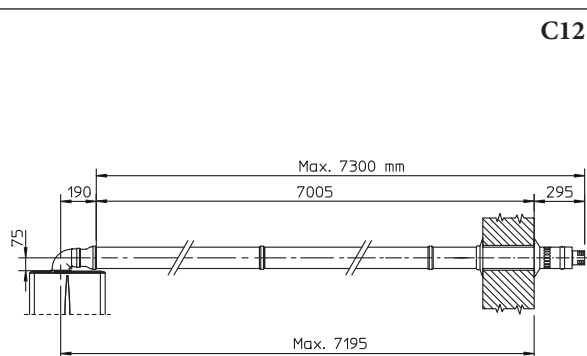

Fig. 1-22
- Prolunghe per kit orizzontale. Il kit orizzontale di aspirazione-scarico Ø 80/125 può essere prolungato fino a una *misura max. di 7300 mm* orizzontali, compreso il terminale grigliato ed esclusa la curva concentrica in uscita dalla caldaia e l'adattatore Ø 60/100 in Ø 80/125 (Fig. 1-22). Tale configurazione corrisponde ad un fattore di resistenza uguale a 100. In questi casi è necessario richiedere le apposite prolunghe.